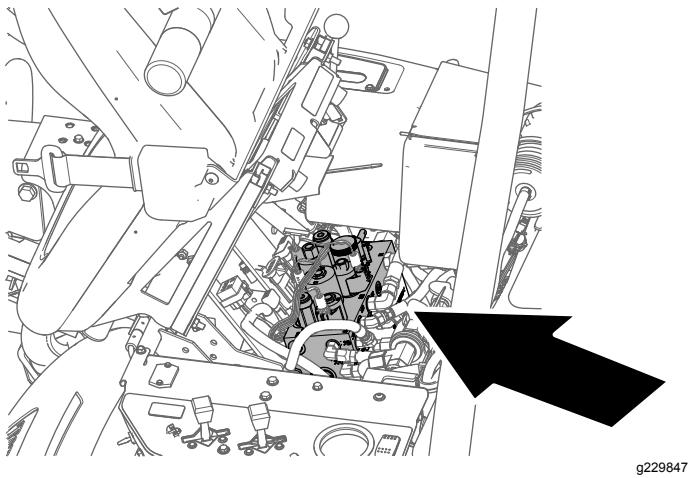

Bild 53
2. Klappen Sie den Bedienersitz hoch und stützen Sie ihn mit der Stützstange ab (Bild 53).